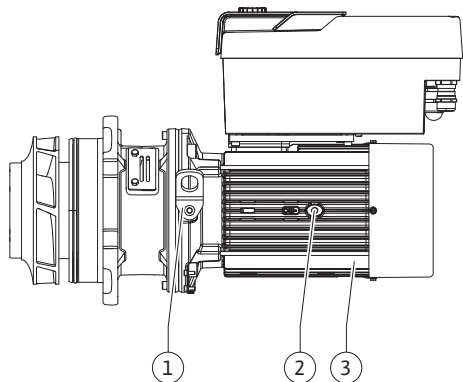

Fig. 107: Behelyezhető készlet
13. Vezesse be a behelyezhető készletet (lásd: Fig. 107) a szivattyúházba a régi vagy egy másik, kívánt ferde helyzetben. Tartsa be az alkatrészek megengedett beépítési helyzetét (lásd a „Megengedett beépítési helyzet és az alkatrészek elrendezésének módosítása a telepítés előtt” [▶ 24] fejezetet).